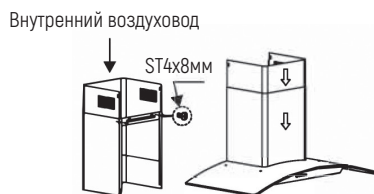

Рис. 3
3. Закрепите выдвижную трубу в соответствии с направлением и способом крепления, а затем установите вытяжку на кронштейн. См. рис. 3.